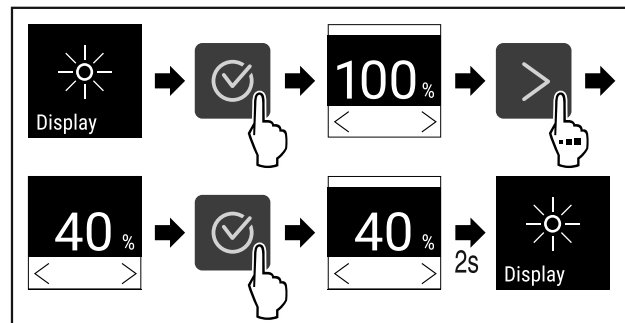

Fig. 71
- ▶ Eseguire i passaggi (vedere Fig. 71).